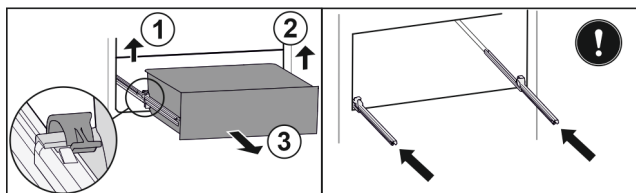

Fig. 211
- Zvedněte levou svorku a současně vytáhněte zásuvku vlevo dopředu. Fig. 211 (1)
- Zvedněte pravou svorku a současně vytáhněte zásuvku vpravo dopředu. Fig. 211 (2)
- Vyjměte zásuvku dopředu. Fig. 211 (3)